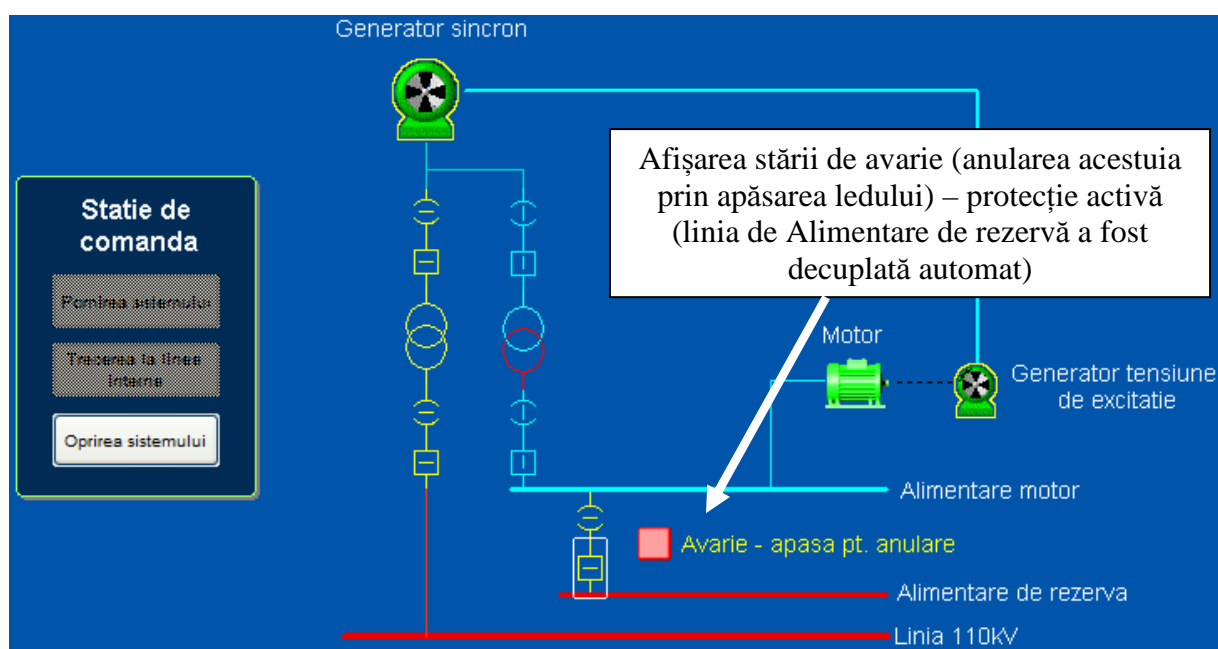

Fig. 5 – Sistem pornit, stare de avarie
- Dacă în aceleași timp este activat linia internă și linia de rezervă, sistemul automat oprește linia de rezervă și se aprinde ledul de **Avarie**. Stare de avarie poate fi ștearsă prin acționarea/apăsarea elementului grafic (led). (fig. 5)